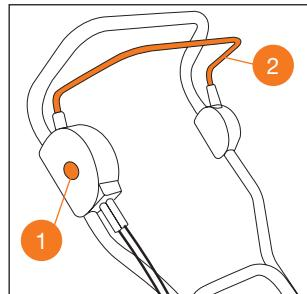

Рис. 16
- Нажмите и удерживайте предохранительную клавишу **1** (Рис. 16).
- Продолжая удерживать предохранительную клавишу **1**, прижмите рычаг включения двигателя **2** к рукоятке (Рис. 16). Двигатель заработает и нож начнёт вращение.